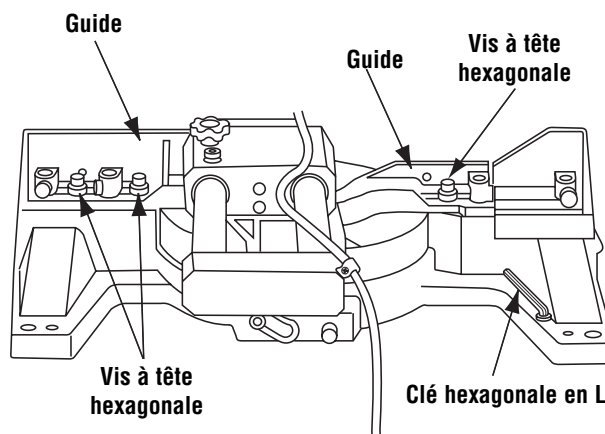

Figure 11. Réglage du guide
- b. Utilisez la clé hexagonale (fournie) et desserrez trois (3) vis à tête hexagonale derrière le guide (Figure 11).